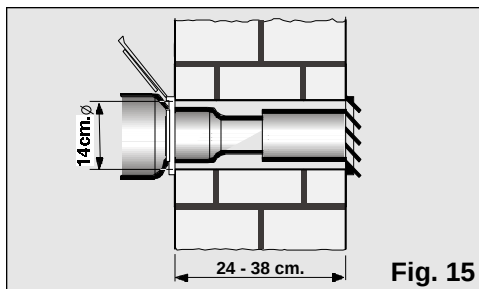

Fig. 15
- ❑ Para expulsar el aire caliente a través de la pared se necesita practicar un orificio de 14 cm. de diámetro en la misma para colocar el pasamuros, **Fig. 15**.